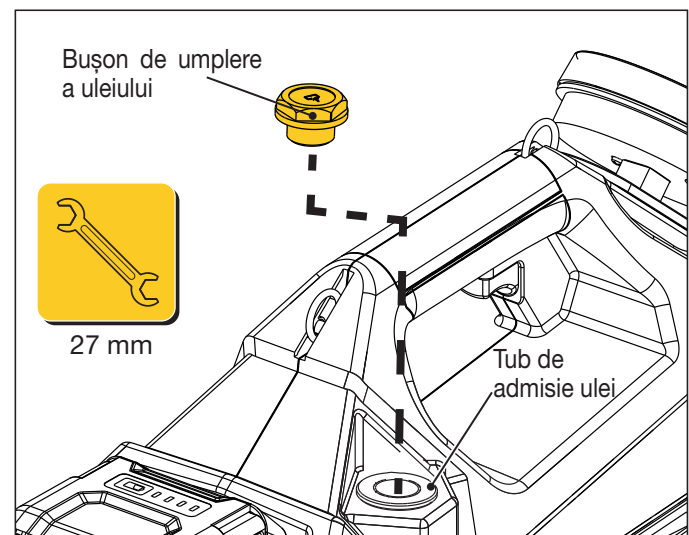

Figura 12: Port de umplere cu ulei
1. Cu comutatorul de alimentare al pompei în poziția PORNIT (I), apăsați butonul de OPRIRE MOTOR (MOTOR OFF)  sau  de pe consola de comandă pentru a elibera orice presiune hidraulică rămasă în sistem.
4. Îndepărtați bușonul de umplere a uleiului de la orificiul de umplere. Utilizați o cheie de 27 mm. Consultați Figura 12.
1. Cu comutatorul de alimentare în poziția PORȚIT (I), apăsați butonul de OPRIRE MOTOR (MOTOR OFF) [O] sau [X] pentru a elibera orice presiune hidraulică rămasă.
2. Așezați pompa pe o suprafață de lucru plană. Asigurați-vă că comutatorul de alimentare a pompei este în poziția OPRIT (O).
3. Îndepărtați bușonul de umplere a uleiului de la orificiul de umplere. Utilizați o cheie de 27 mm. Consultați Figura 12.